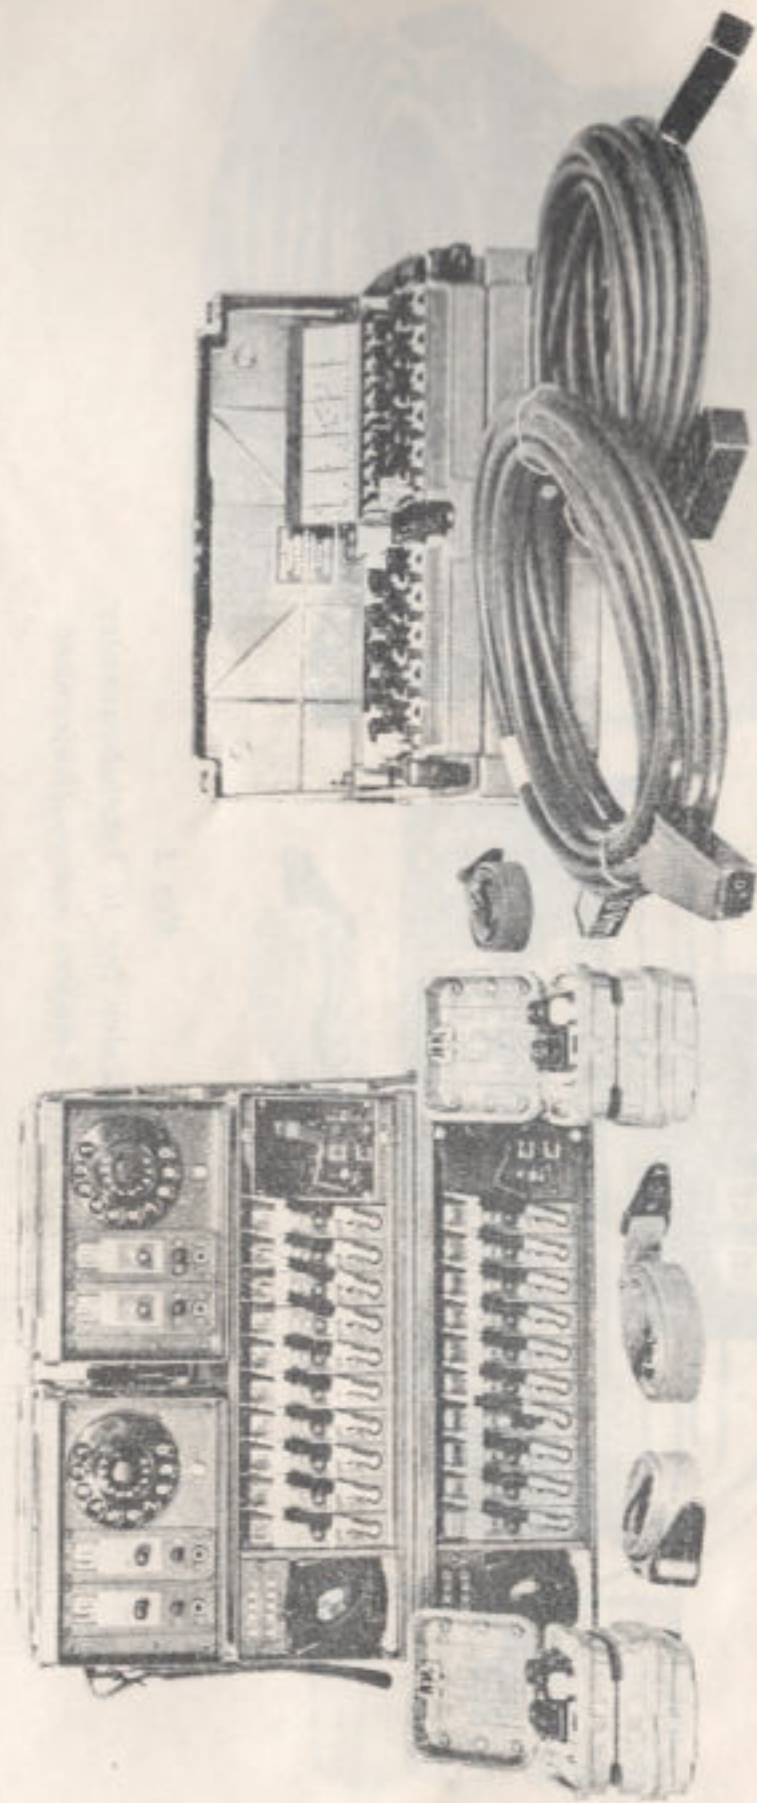

Fig 2
- b. Feltveksler for 20 abonnenter med automatlinjeeenhet (fig 2).